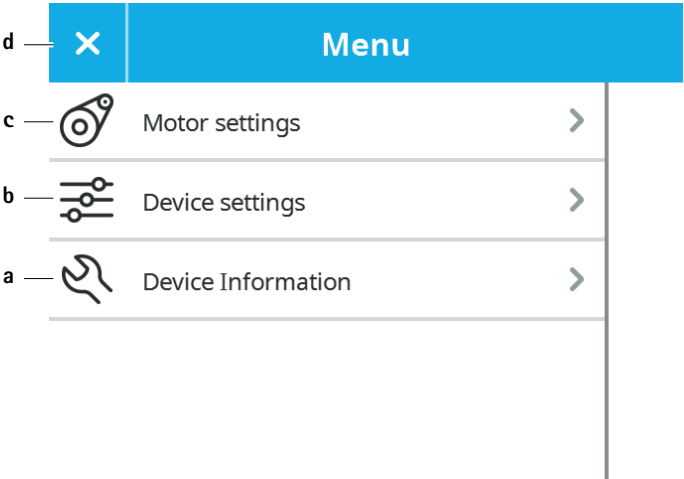

Рис. 8 Меню системных настроек
- Вызов меню системных настроек: Нажать кнопку меню системных настроек h, см. Пример панели управления. Открывается меню системных настроек, см. Рис. 8.